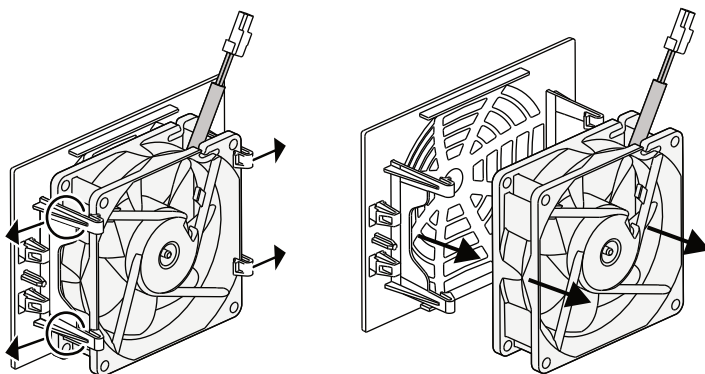

Abb. 73: Demontage Lüftergitter
5. Der Lüfter kann zusätzlich noch vom Lüftergitter abgezogen werden. Dazu Befestigungslaschen leicht nach außen drücken und Lüfter abziehen.  **Abb. 73**